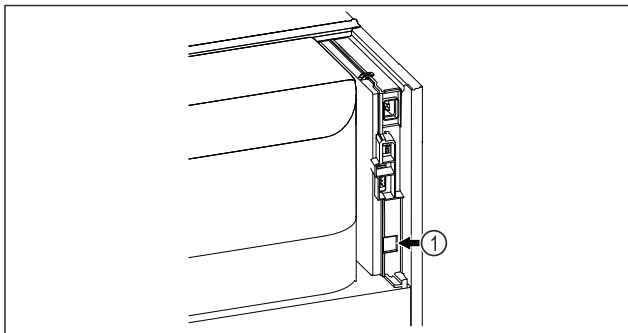

Fig. 109
- ☐ SmartModule Fig. 109 (1) se rabi.